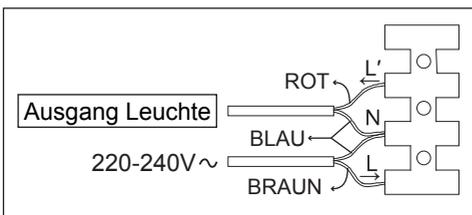

Abb. 10
1. Beachten Sie das Anschluss Schaltbild, bevor sie die elektrischen Verbindungen herstellen (Abb. 10). Wenn Sie den Melder falsch anschließen, kann er zerstört werden.
2. Verbinden Sie den braunen Draht der Spannungsversorgung (ankommende Phase) mit der Klemme (L).
3. Verbinden Sie den blauen Draht der Spannungsversorgung (Neutralleiter) mit der Neutralleiterklemme (N).
4. Verbinden Sie den verbleibenden Lampendraht (Phase Leuchte) mit der Klemme (L).